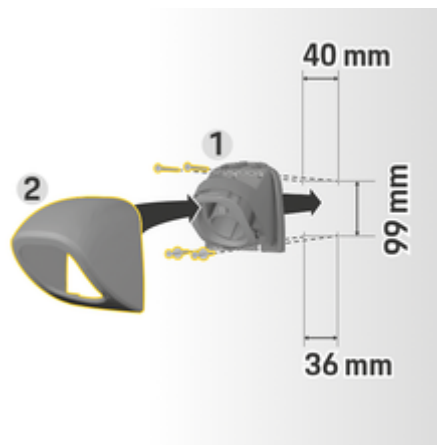

Fig. 82 Medidas de taladrado
1. Retire el soporte de enchufe 1 (Fig. 82) de la cubierta 2 (Fig. 82).
4. Atornille el soporte de enchufe 1 (Fig. 82) a la pared.
5. Coloque la cubierta 2 (Fig. 82) desde abajo sobre el soporte de enchufe 1 (Fig. 82) y presionar hacia arriba.